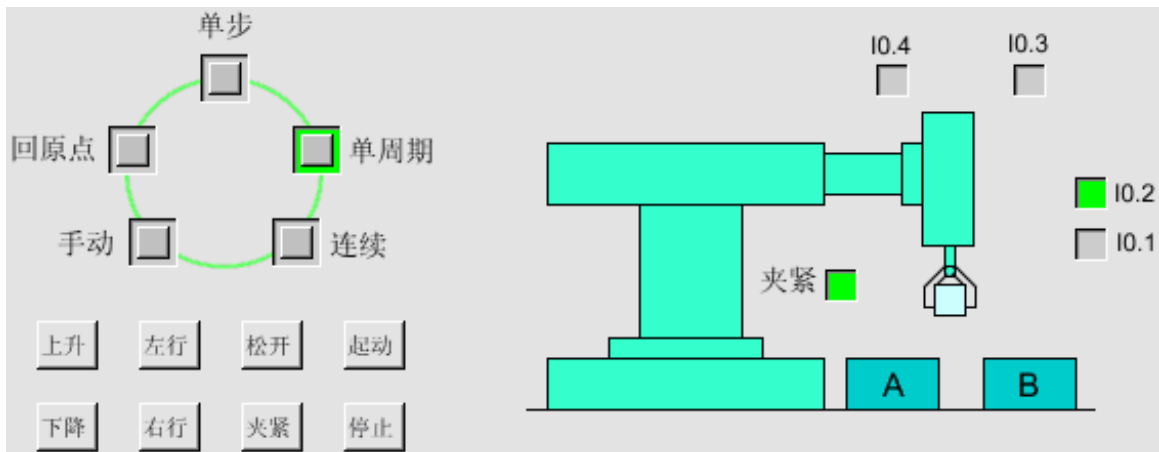

图 1
操作界面见图 1。
某机械手用来将工件从 A 点搬运到 B 点，SIMIT 中的操作界面如图 1 所示。输出 Q4.1 为 1 时工件被夹紧，“夹紧”指示灯为绿色，Q4.1 为 0 时工件被松开。
1) 手动工作方式的调试：点击图 1 中的“手动”开关（开关周围变为绿色），用操作界面左下部的 6 个按钮进行手动操作。在手动模式，机械手只能在最上面时左右运动，在最左边和最右边的位置时上下运动和夹紧、松开工件。